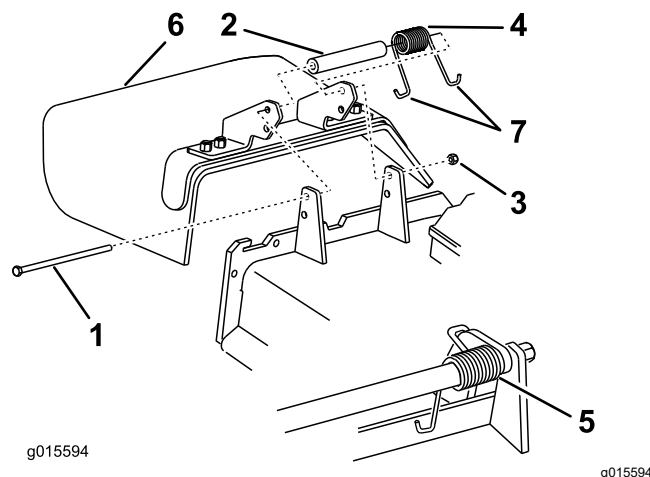

Figure 97
Remarque: Prenez soin de placer 1 extrémité en J du ressort derrière le bord du tablier avant de mettre le boulon en place, comme montré à la Figure 97.
6. Accrochez l'extrémité en J du ressort au déflecteur d'herbe (Figure 97).
1. Retirez le contre-écrou, le boulon, le ressort et l'entretoise qui fixent le déflecteur aux supports de pivot (Figure 97).